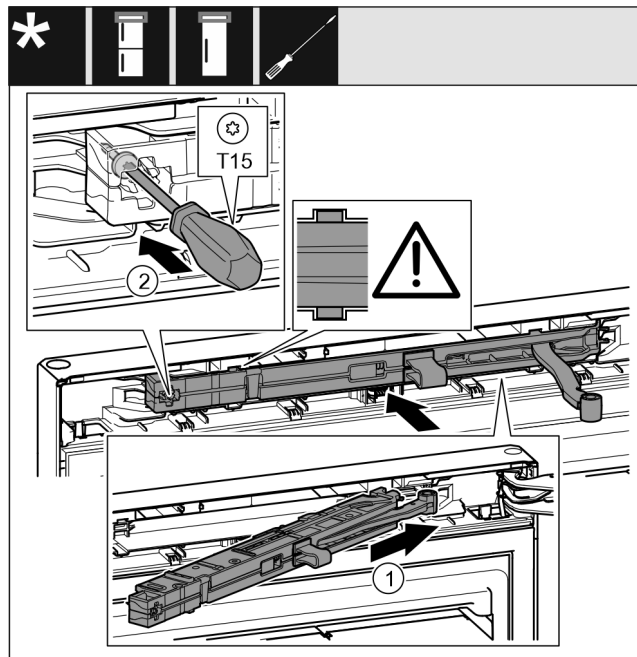

Fig. 60
- ▶ 将托架侧面的关门阻尼单元 Fig. 60 (1) 倾斜插入凹槽直至止挡装置。
- ▶ 用螺丝刀拧紧螺钉 Fig. 60 (2)。